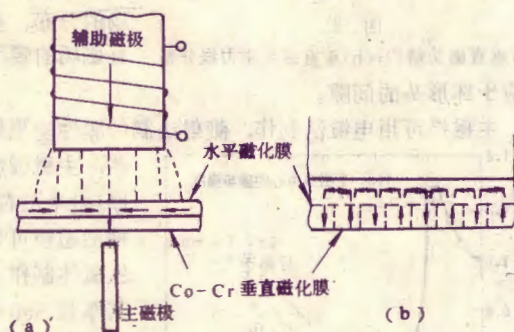

图5 双层膜记录媒体
几年前,日本东北大学的岩奇俊一教授研制成功新型垂直记录膜——双层膜,使垂直记录向实用化迈进了一大步。双层膜结构如图5所示。它是在单层Co-Cr膜与基体之间,增设一层高磁导率的NiFe水平磁化膜。
(2) 限幅放大器 集成电路M51144L中采用运算放大器组成限幅放大器,电路及限幅特性如图5所示。